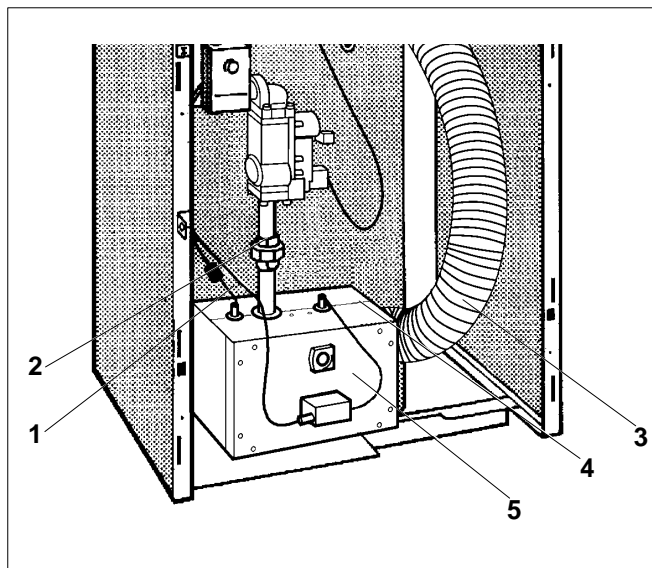

Fig. 33 Brûleur à gaz
- Démontez le couvercle (fig. 33, **pos. 5**) du caisson du brûleur (fig. 33, **pos. 4**)
- Desserrer le câble de contrôle (fig. 33, **pos. 1**)
- Desserrer le raccord-union (fig. 33, **pos. 2**) sous la robinetterie gaz.
- Desserrer le tuyau d'arrivée d'air (fig. 33, **pos. 3**) et le retirer du caisson (fig. 33, **pos. 4**)
Légende fig. 33